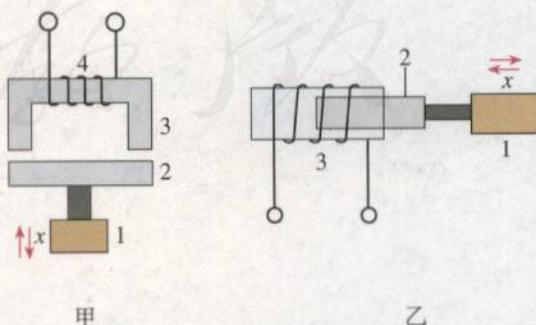

图 6.1-11 电感式位移传感器
1. 图 6.1-11 是两种电感式微小位移传感器的原理图。图甲中，1 是待测的物体，2 是可以上下移动的软铁芯，3 是固定的软铁芯，2、3 之间的空气隙随着物体的位移改变，铁芯 3 上绕有线圈 4。乙图中，3 是空心线圈，1 是待测的物体，软铁芯 2 插在线圈 3 中并且可以随着物体 1 在线圈中平移。